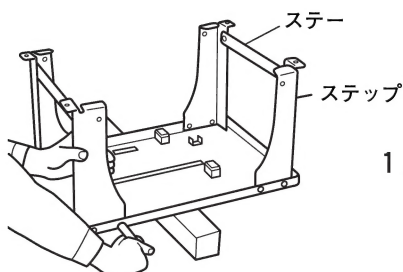

図 2
- (1) ステップを8本のボルトでテーブルに取り付けます。(図2)